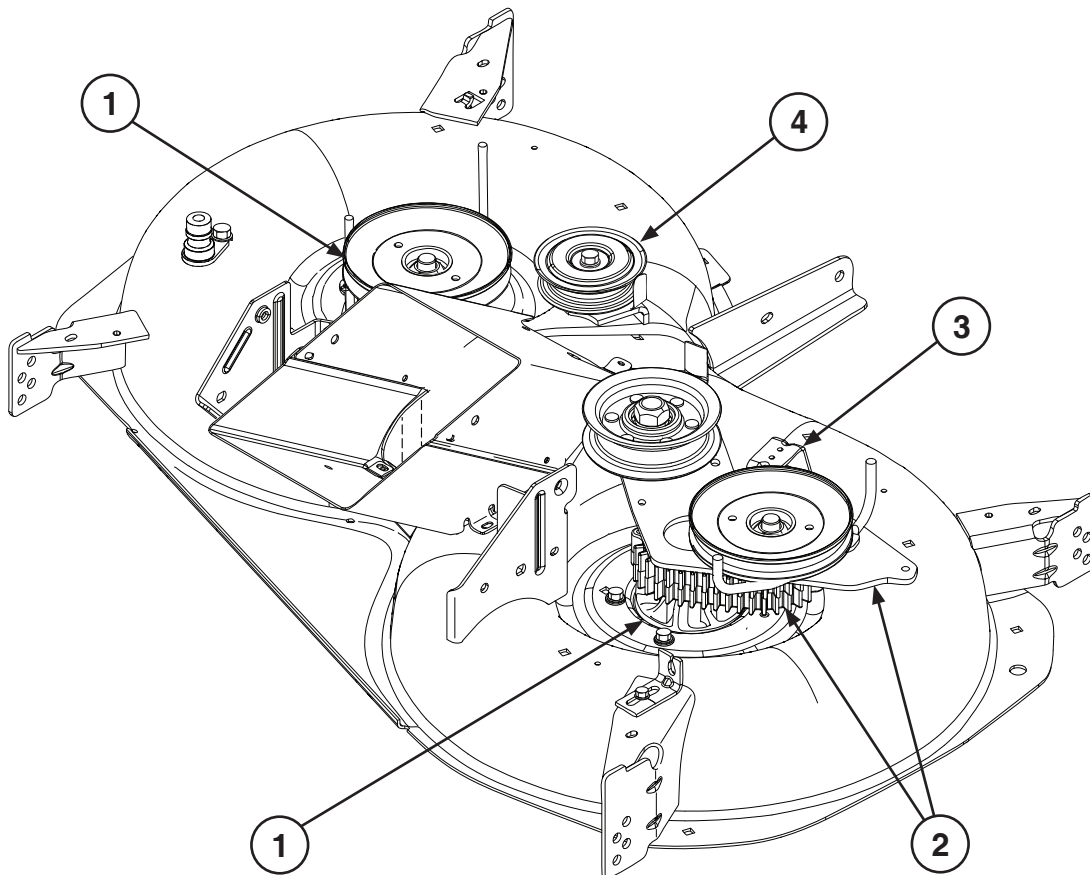

Fig. 1
- ⒸZ 2. Demontujte oba trny a řemenice (1). Demontujte sestavu převodovky a napínací rameno (2). Odřízněte držák na pravé straně (3) (je-li součástí výbavy). Demontujte stacionární kladku napínače řemenu na levé straně (4) (obr. 1).
- ⒸHR 2. Uklonite obje vretenaste osovine i remenice (1). Uklonite sklop kutije mjenjača i zatezni krak (2). Ako je ugrađen, odrežite desni nosač (3) Uklonite stacionnu remenicu praznog hoda na lijevoj strani (4) (sl. 1).
- ⒸSI 2. Odstranite oba osnika in jermenici (1). Odstranite sklop menjalnika in napenjalni vzvod (2). Odpnite ročaj na strani RH, če je dobavljen (3) Odstranite stacionarno napenjalno jermena na strani LH (4) (Slika 1).
- ⒸPL 2. Wymontować oba trzpienie i koła pasowe (1). Wymontować zespół przekładni oraz ramię naprężające (2). Odciać prawy wspornik, jeżeli jest na wyposażeniu (3) Wymontować stałe koło pasowe bierne po lewej stronie (4) (rys. 1)
- ⒸSK 2. Demontujte obidva trne a remenice (1). Demontujte zostavu prevodovky a napínacie rameno (2). Zrežte podperu na pravej strane (ak je súčasťou zariadenia) (3) Demontujte stacionárnu napínicu kladku na ľavej strane (4) (obr. 1).
- ⒸHU 2. Távolítsa el mindkét féltengelyt és tárcsát (1). Távolítsa el a sebességváltóművet és a feszítőkart (2). Vágja le a jobb oldali szorítóbilincset, amennyiben van ilyen felhelyezve (3). Távolítsa el a bal oldali álló feszítőtárcsát (4) (1. ábra).